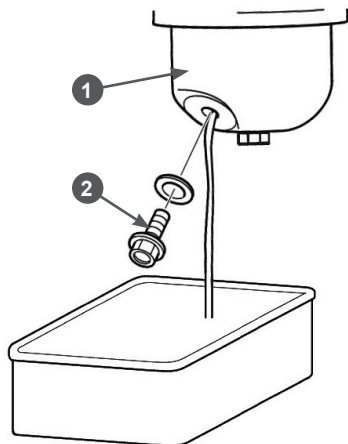

Рис. 23 Слив топлива из карбюратора
4. Открутите болт 2 на карбюраторе 1 (Рис. 23) и слейте топливо из поплавковой камеры в подготовленную для этого емкость.
1. Слейте топливо из карбюратора (Рис. 23).